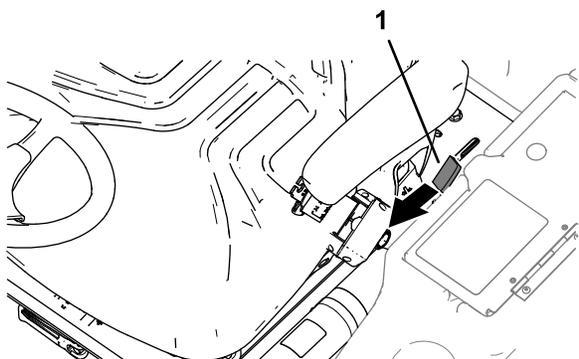

図 40
1. ラッチフックがロックバーから外れるまで、プラットフォームラッチハンドル (図 40) をマシンの前方に引く。